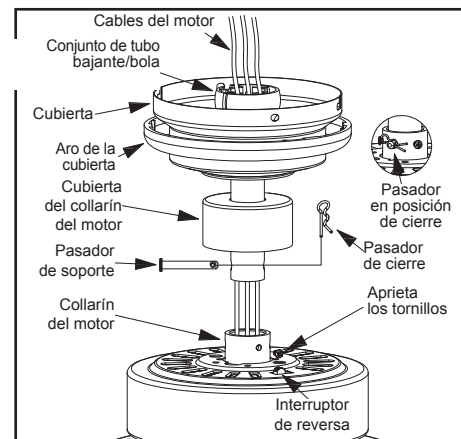

Figura 7
4. Inserta los cables que salen por la parte superior del motor del ventilador, a través de la cubierta decorativa del collarín del motor y enseguida por el aro de la cubierta. Asegúrate de que las ranuras queden en la parte superior. Inserta los cables a través de la cubierta y enseguida a través del conjunto del tubo bajante y bola. (Figura 7)
6. Alinea los orificios en la parte inferior del tubo bajante con aquellos del collarín en la parte superior de la carcasa de motor (Figura 7). Inserta con cuidado el pasador de soporte a través de los orificios del collarín y del tubo bajante. Ten cuidado de no apretar contra el cableado dentro del tubo bajante. Inserta el pasador de cierre en el orificio cercano al extremo del perno hasta que encaje en su posición, como se muestra en el círculo de la Figura 7.
Este ventilador se envía desde la fábrica con el interruptor de reversa en posición de hacer circular el aire hacia abajo. Si deseas encauzar el flujo de aire en sentido contrario, apaga el ventilador y espera a que las aspas se detengan; enseguida desliza el interruptor de reversa (ubicado en la caja de interruptores, consulta la Figura 7 de la página 4) hacia la dirección opuesta y a continuación vuelve a encender el ventilador. Las aspas del ventilador girarán en sentido contrario e invertirán la corriente de aire.